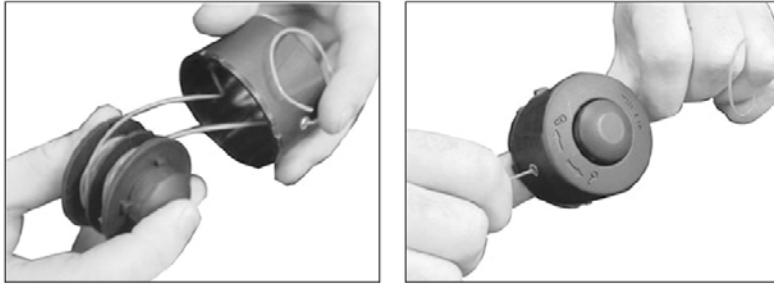

Fig. 8
1. Træ trådendene til den nye spolen gjennom hullet i spoledekselet (fig. 8).